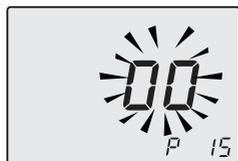

Figura 5.38
- Desplace los parámetros mediante los botones 23 o 24 hasta que aparezcan en el display LCD las letras **P15** y el valor del parámetro, indicando que se ha entrado en el "parámetro 15" (Figura 5.38).